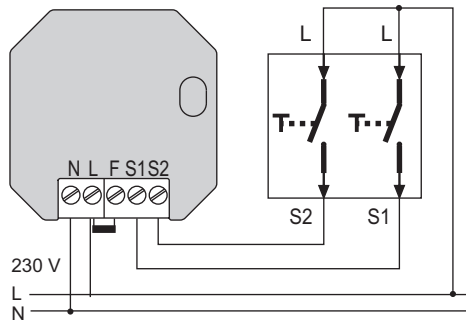
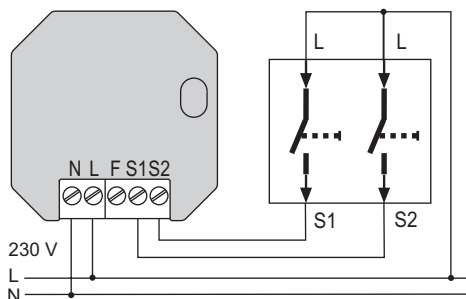
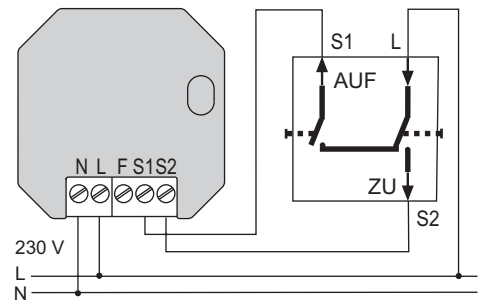

Abb. 1
Abb. 2
Abb. 3
3. Schließen Sie die Versorgungsleitungen und den Schalter (Abb. 1) bzw. Taster (Abb. 2 + Abb. 3) im spannungsfreien Zustand entsprechend Anschlussplan an.